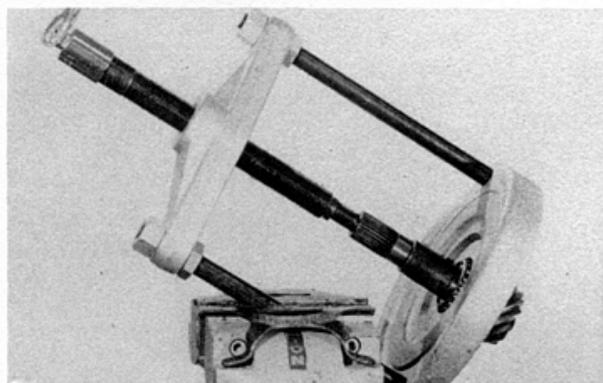

Fig. 23 - Remoção do cone do rolamento.
- Retirar o retentor do pinhão com o sacador indicado. Inutilizar o retentor. Recolocar um novo quando da montagem. Remover o cone do rolamento e o defletor externo de óleo do pinhão (Fig. 23).
- Remover a capa interna do rolamento do pinhão com as ferramentas mostradas na Fig. 23.